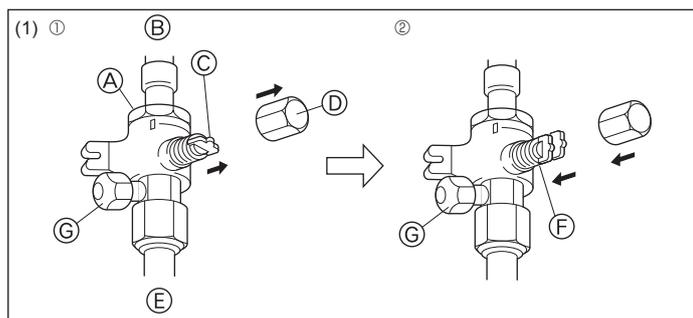
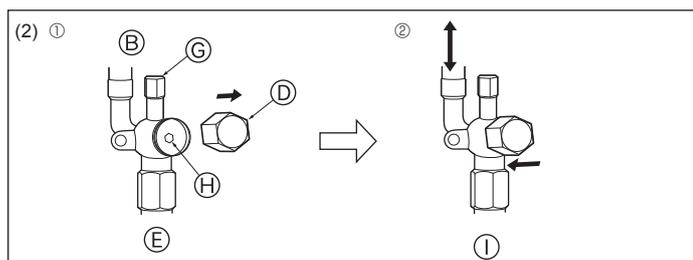

Fig. 4-12
Fig. 4-13
- (1) Πλευρά αερίου (Fig. 4-12)
- ① Βγάλτε το καπάκι, τραβήξτε τη λαβή προς την πλευρά σας και περιστρέψτε κατά το 1/4 της στροφής προς τα αριστερά για να ανοίξει.
- ② Βεβαιωθείτε ότι η ανασταλτική βαλβίδα έχει ανοίξει πλήρως και περιστρέφοντας επαναφέρετε το καπάκι στην αρχική του θέση.
- (2) Πλευρά υγρού (Fig. 4-13)
- ① Βγάλτε το καπάκι και περιστρέψτε το στέλεχος της βαλβίδας προς τα αριστερά έως το τέρμα χρησιμοποιώντας ένα εξαγωνικό κλειδί 4 mm. Σταματήστε να περιστρέφετε έως ότου φτάσει στον αναστολέα. (θ6,35: Περίπου 4,5 στροφές) (θ9,52: Περίπου 10 στροφές)